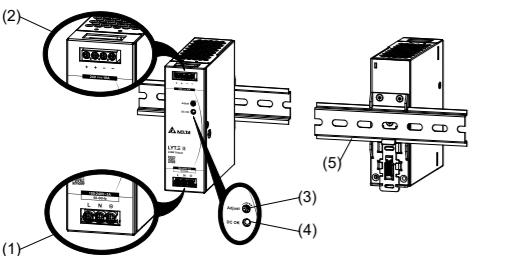

Figure 1
**5.1. Anschluss der Eingangsklemmen (Abb. 1, Abb. 5)**
**5.2. Anschluss der Ausgangsklemmen (Abb. 1 (2))**
Verwenden Sie die Schraubklemmen „+“ und „-“ um den 12Vdc-, 15Vdc-, 24Vdc- oder 48Vdc-Anschluss herzustellen. Die grüne LED „DC OK“ zeigt die korrekte Funktion des Ausgangs an (Abb. 1 (4)).